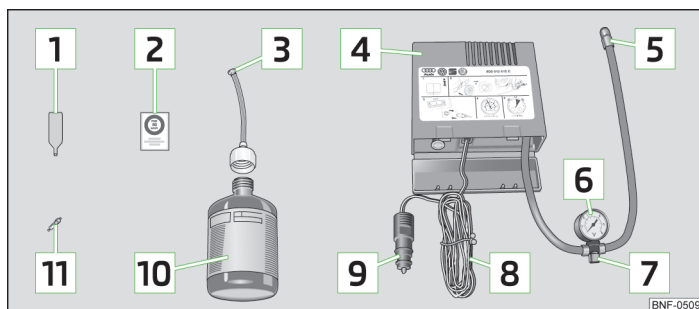

Fig. 120 Havarisættets dele
- » Klæb mærkaten 2 » Fig. 120 på side 141 på instrumentpanelet i førerens synsfelt.
- » Ryst flasken med dæktætningsmiddel 10 » Fig. 120 på side 141 nogle gange kraftigt frem og tilbage.
- Skru luftkompressorens påfyldningsslange [5] » Fig. 120 på side 141 fast på dækventilen.